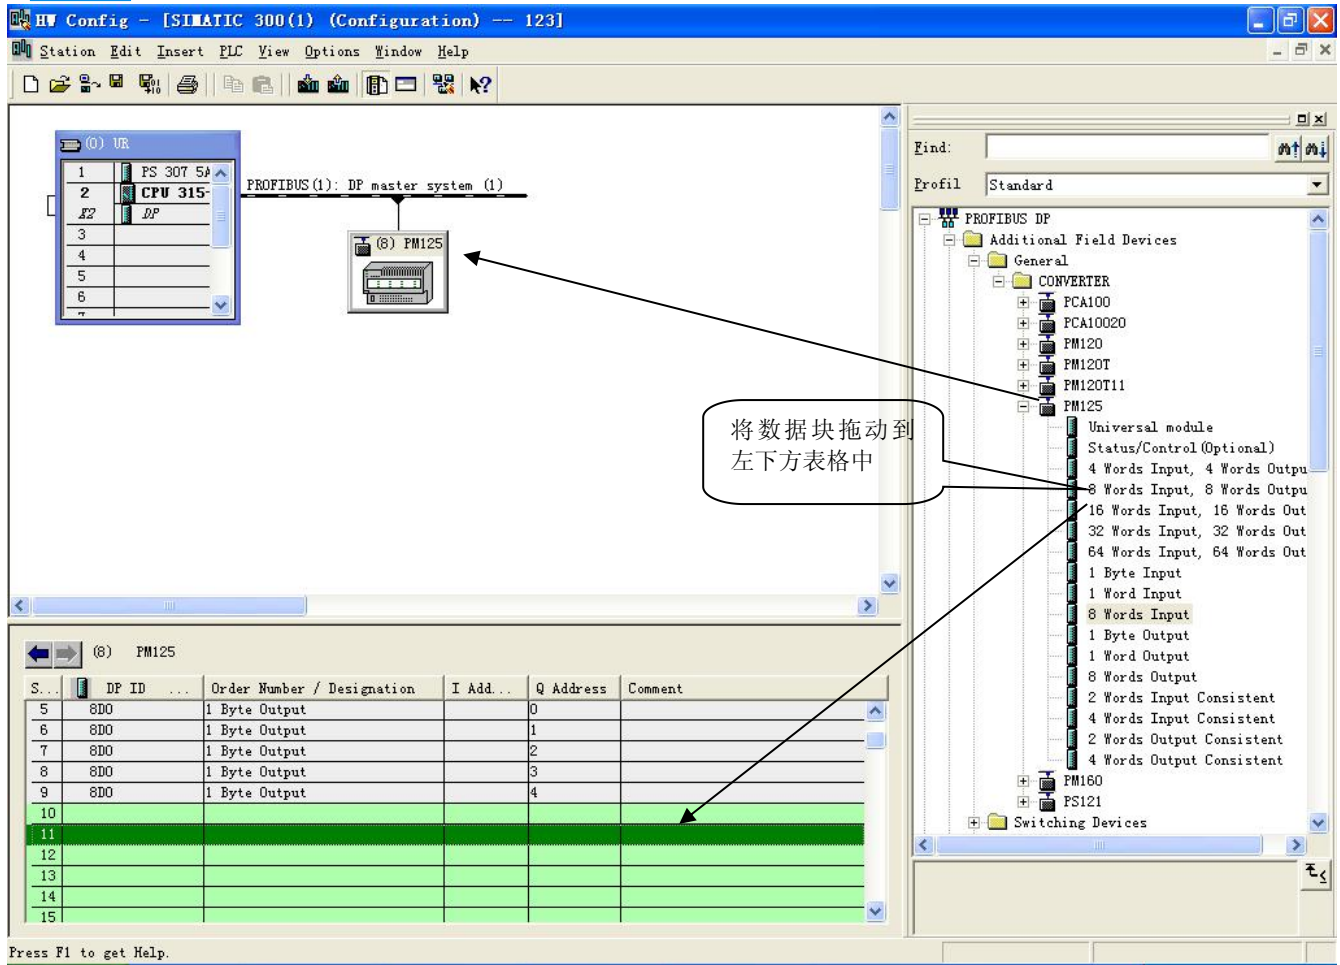

图 10
- 将从站 PM-125 配入到 PROFIBUS 网络配置当中，并将输入输出数据块映射到 S7-300 或者其它控制器的内存当中。如图 10: